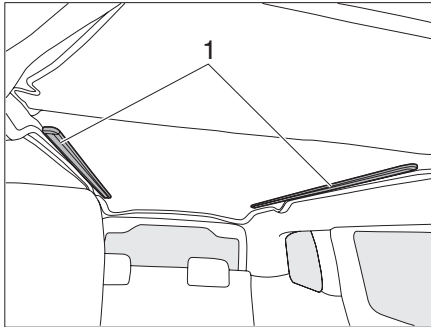
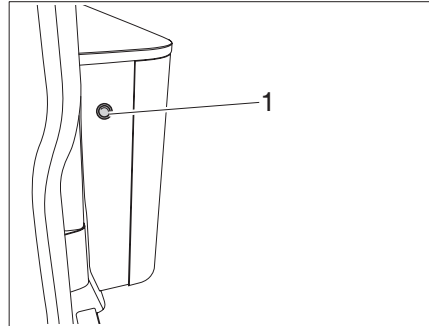
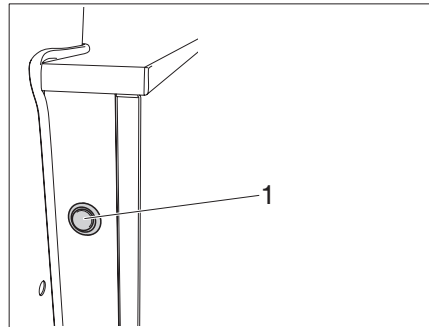
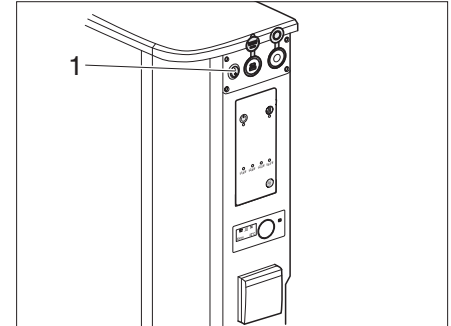

Bild 27 LED-ljuslister under liggytorna
Bild 28 Knapp vid ingången
Bild 29 Knapp i bak
Bild 30 Knapp vid ingången, vänster
Under sängplatserna finns till vänster och höger två lister med LEDA-lampor (Bild 27,1).
- ▶ Båda LED-ljuslisternas (Bild 27,1) kontakt befinner sig vid insteget (Bild 28,1) i bak (Bild 29,1) eller (Bild 30,1) på vägguttagslisten för att tända/släcka.
Ljusstyrkan för LED-lamplisten kan ändras med (Bild 28,1; Bild 29,1 eller Bild 30,1) till enbart ledljus.